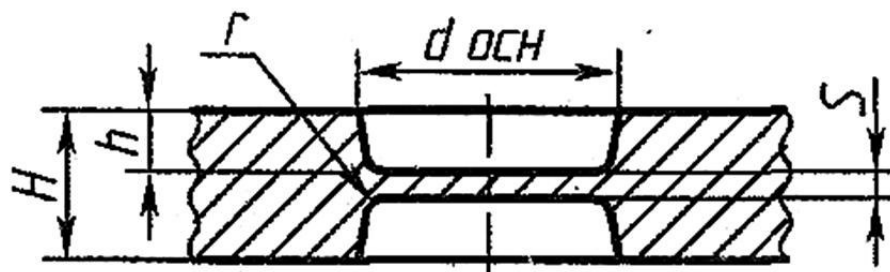

Рисунок 4 – Перемычка
8.Спроектировать наметки отверстий и углублений. Наметки отверстий выполняют для того, чтобы снизить отходы металла в стружку. Образующуюся при штамповке перемычку (рисунок 4) удаляют в дальнейшем на обрезном прессе.